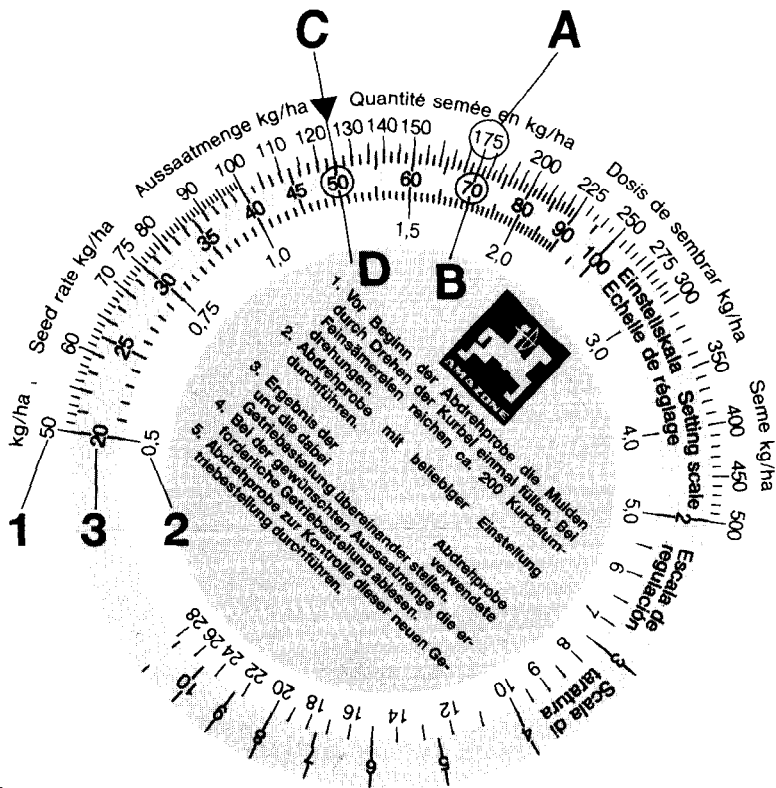

Fig. 25a
Die **erste** Abdrehpobe ergibt in der Regel noch nicht die gewünschte Aussaatmenge. Mit den Werten der **ersten** Abdrehpobe kann jedoch die richtige Getriebe-Einstellnummer leicht mit Hilfe der beiliegenden Rechenscheibe (Fig. 25a) ermittelt werden. Die Rechenscheibe besteht aus drei Skalen. Eine äußere weiße Skala (Fig. 25a/1) für alle Aussaatmengen über 30 kg/ha und eine innere weiße Skala (Fig. 25a/2) für alle Aussaatmengen unter 30 kg/ha. Auf der mittleren farbigen Skala (Fig. 25a/3) sind die Getriebe-Einstellnummern von 1 - 100 angegeben.
- Die Aussaatmenge 175 kg/ha (Fig. 25a/A) und die Getriebe-Einstellnummer "70" (Fig. 25a/B) auf der Rechenscheibe übereinander stellen.
- Lesen Sie nun auf der Rechenscheibe die Getriebe-Einstellnummer für die gewünschte Aussaatmenge von 125 kg/ha (Fig. 25a/C) ab. In unserem Beispiel ist das die Getriebe-Einstellnummer "50" (Fig. 25a/D).